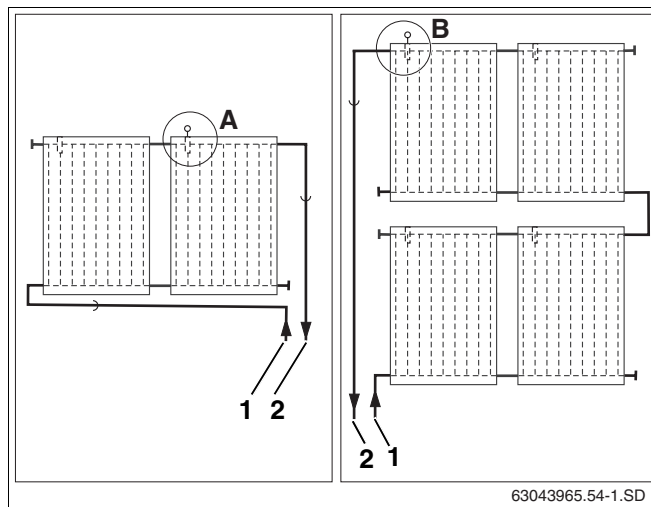

Рис. 50 Место установки датчика коллектора (схематическое изображение)
Обратите внимание на разные места установки при одно- и двухрядной коллекторной системе (рис. 50).
Датчик должен устанавливаться в коллектор, к которому подключена подающая линия (рис. 50, поз. 2).
- Место установки (рис. 50, поз. А) при однорядной коллекторной системе с правой подающей линией.
- Место установки (рис. 50, поз. В) при двухрядной коллекторной системе с левой подающей линией.